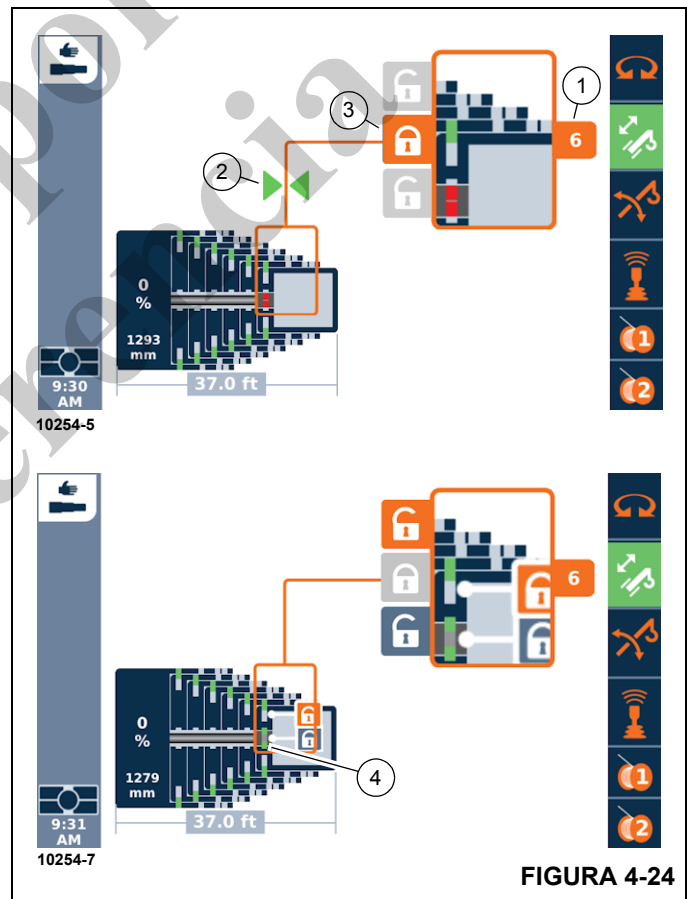

FIGURA 4-24
1. Mueva el cilindro telescópico al punto de bloqueo deseado, por ejemplo, a la sección telescópica 1 (Figura 4-24).